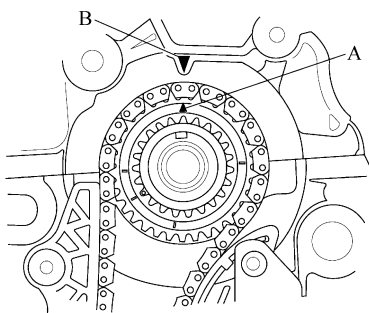

图 2-53 曲轴设置在 TDC 位置
1) 将曲轴设置在上止点 (TDC) 位置。将曲轴链轮上的 TDC 标记 (A) 与发动机气缸体上的指针 (B) 对准, 如图 2-53 所示。